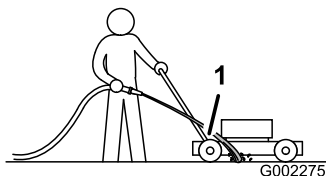

Figura 35
3. Tenete il flessibile da giardino all'altezza della stegola e indirizzate il getto verso terra davanti alla ruota posteriore destra (Figura 35).